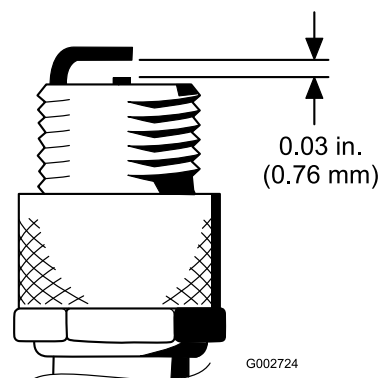

Figure 30
4. Réglez l'écartement entre les électrodes centrale et latérale à 0,76 mm, comme montré à la Figure 30.